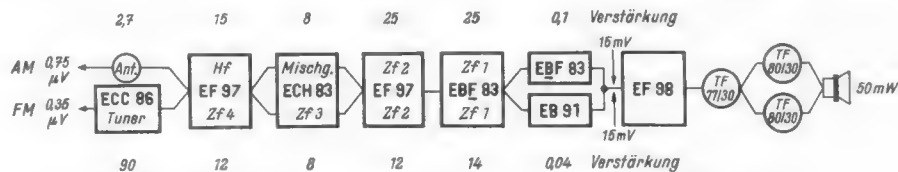

Bild 1. Blockschaltung mit Niedervoltröhren ohne Gleichspannungswandler
Selbst eine hochgezüchtete Treiberöhre kann bei 6/12 V Anodenspannung eine 4-W-Gegentaktstufe mit Transistoren nicht mehr aussteuern. Deshalb muß vor der Endstufe ein Transistor mit mehr als 250 mW Verlustleistung bei 60° C Umgebungstemperatur (z. B. Siemens-Typ TF 77/30) verwendet werden, der bei 6 V noch 50 mW Treiberleistung mit erträglichem Klirrfaktor abzugeben vermag. Um eine ausreichende Nf-Empfindlichkeit zu erzielen, muß der Transistor-Treiberstufe eine Nf-Röhre vom Typ EF 98 vorgeschaltet werden (Bild 1).
Das Blockschaltbild eines kompletten, mit Niedervoltröhren bestückten 6-V-Kraftwagenempfängers, der einen solchen Nf-Teil enthält, zeigt Bild 1. Dabei sind die übliche 240 Ω -Antenne und eine Nf-Gegenkopplung von etwa 2 vorausgesetzt. Mit Rücksicht auf die besseren Begrenzereigenschaften der mit sehr niedriger Schirmgitterspannung von 1,5 V betriebenen Röhre EF 97 kann es zweckmäßig sein, diese bei FM-Betrieb in der Stufenfolge mit der EBF 83 zu vertauschen.
Der Gleichspannungswandler mit dem Transistor TF 77/30z (AM) bzw. TF 80/30z (FM) tritt an die Stelle der bei einem Empfänger mit Niedervoltröhren erforderlichen zusätzlichen Zf-Stufe und der zusätzlichen Treiberstufe mit dem Transistor TF 77/30 (vgl. Bild 1 und 2).